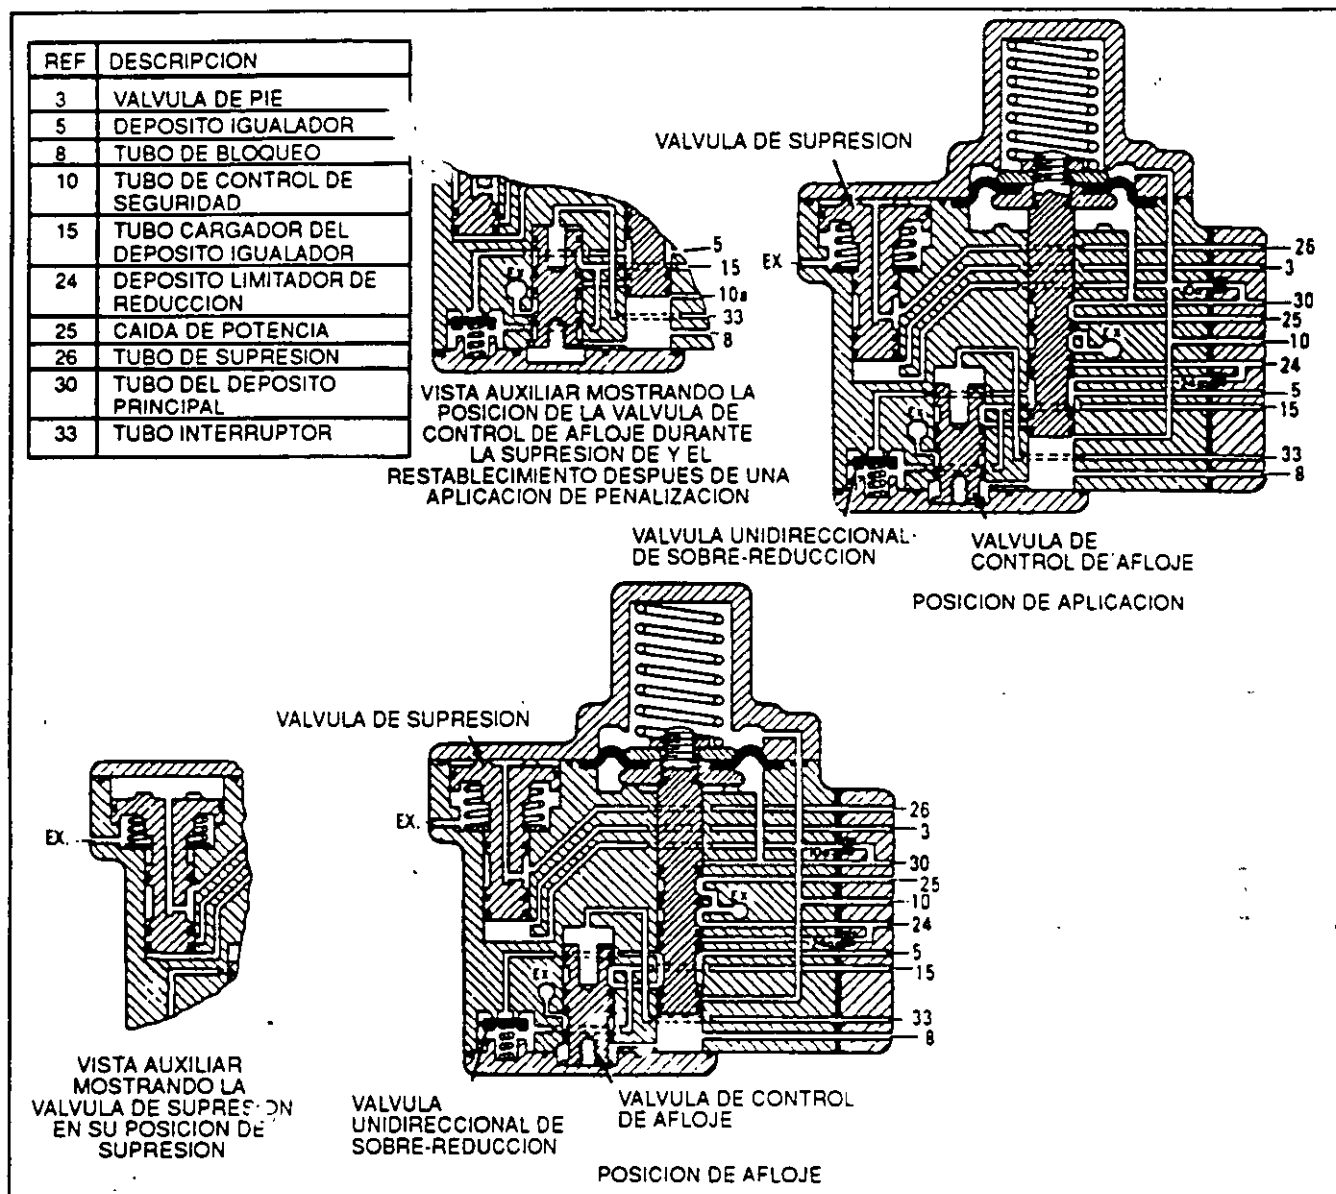

FIG. 24. ADAPTADOR DEL INDICADOR DE FLUJO DEL TUBO DE FRENO. E-11557-S
VALVULA DE APLICACION DEL FRENOS P-2-A (Fig. 24)
en la Fig. 24, para conectar al Puerto (5) con el Puerto (15).